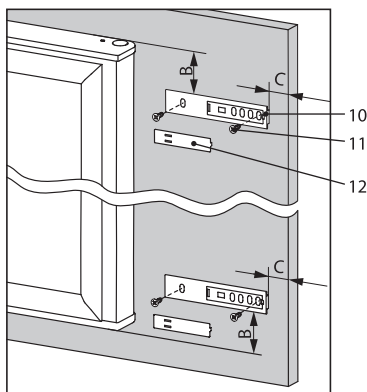

Figura 11
- deschideți ușa superioară a dulapului de mobilier și, în conformitate cu figura 11, atașați la aceasta două ghidaje 10 cu șuruburi 11, păstrând dimensiunile B și C. Dimensiunea B trebuie să fie egală cu 50 mm, dimensiunea C – grosimea peretelui dulapului mobilă plus 20 mm;